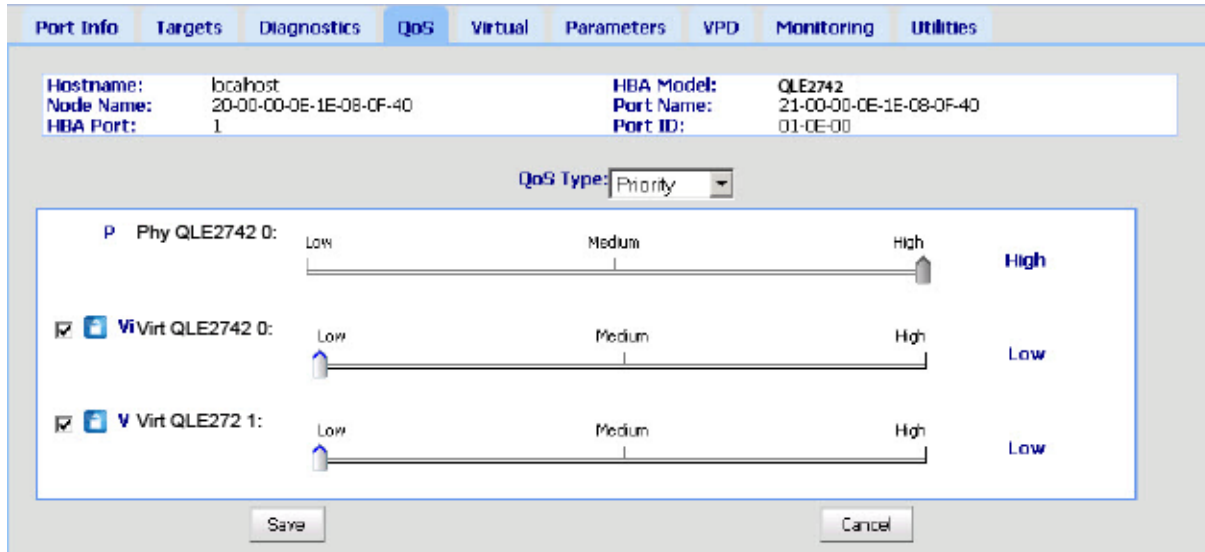

Figura 3-10. Configurar a QoS por prioridade
- Mova o controle deslizante para selecionar prioridade baixa, média ou alta, conforme mostrado na Figura 3-10.